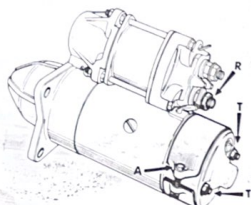

Fig. 9.6. Motor de arranque.
Aflojar el tornillo (A) (fig. 9.6) de la abrazadera y retirarla.